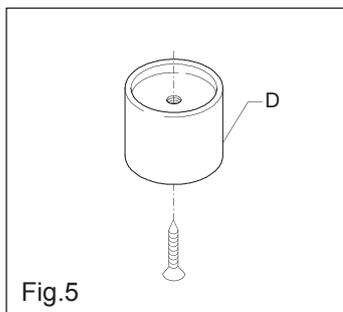

Fig.5
- Fissare, mediante viti o tasselli (non in dotazione), la parte [D] degli attacchi a soffitto (non in dotazione) secondo la lunghezza dell'apparecchio da installare (fig. 5).